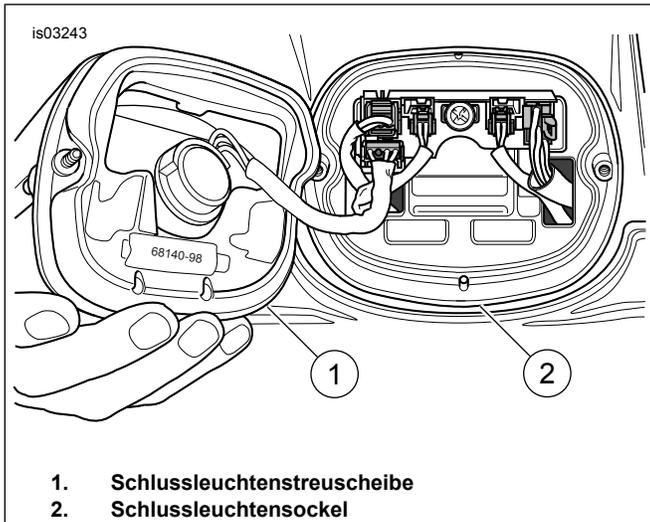

Abbildung 2. Schlussleuchtenstreuscheibe ausbauen
3. Siehe Abbildung 2. Die zwei Schrauben und die Schlussleuchtenstreuscheibe (1) vom Sockel (2) entfernen.
- Siehe Abbildung 2. Die Schlussleuchtenstreuscheibe (1) mit zwei Schrauben auf der Fassung (2) anbringen.